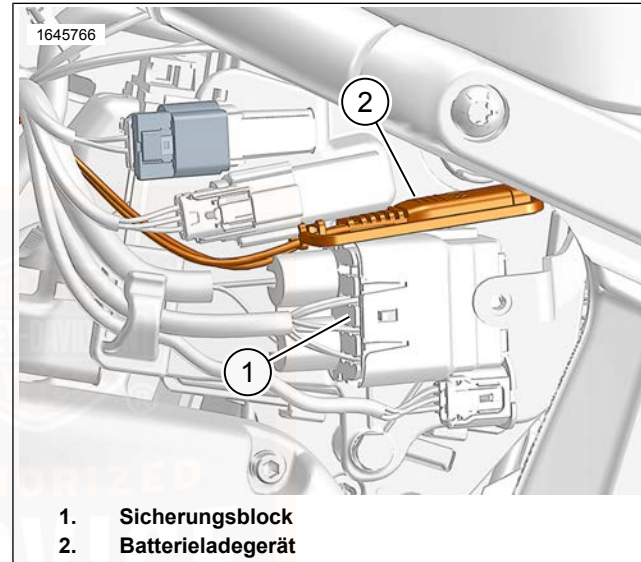
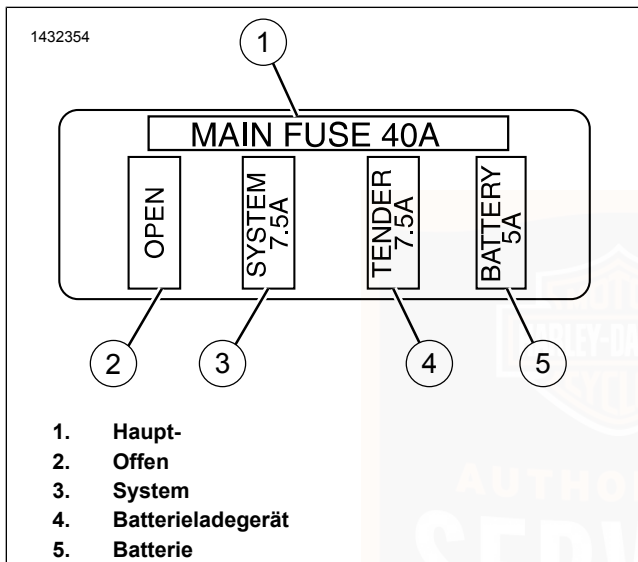

Abbildung 90. Sicherungen
Abbildung 91. Sicherungsblock
3. Siehe Abbildung 90 und Abbildung 91. Sicherungsblock aus der Elektriztafel am Motorrad ausbauen.
3. Siehe Abbildung 90 und Abbildung 91. Sicherungsblock aus der Elektrietafel am Motorrad ausbauen.